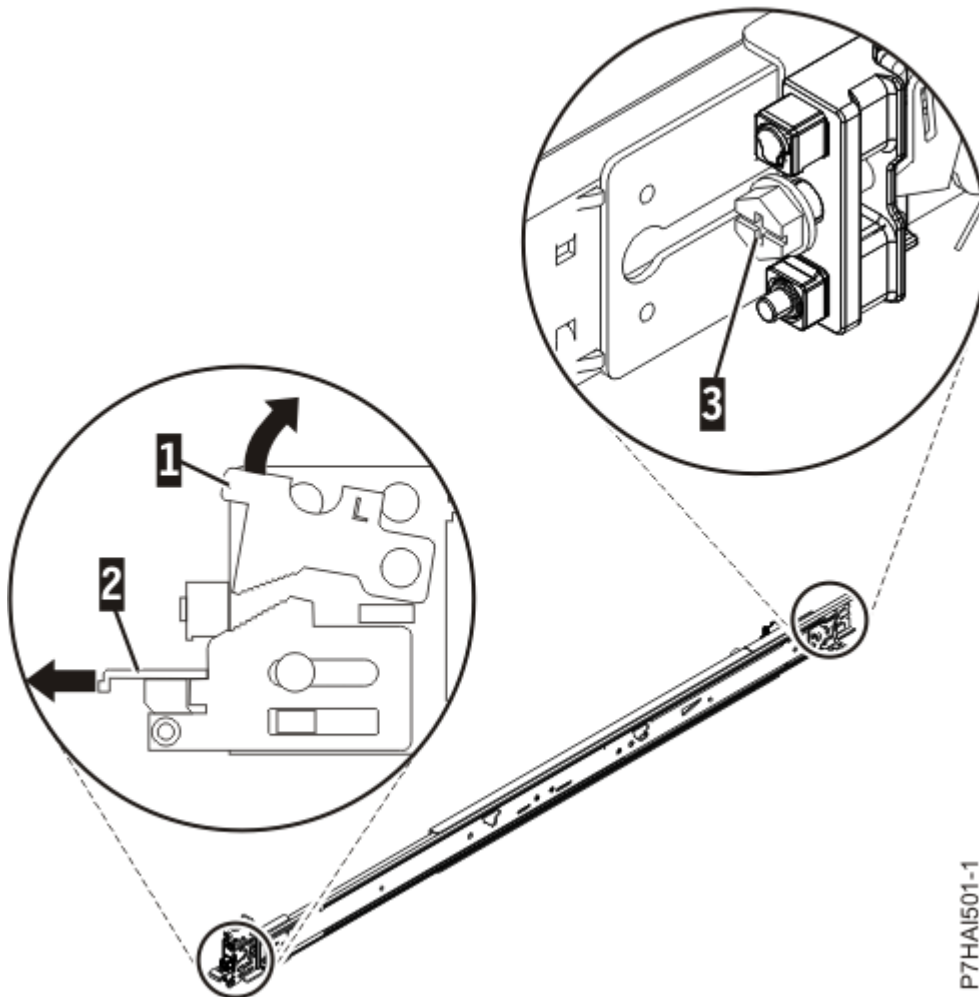

Figure 2. Ouverture du loquet avant et retrait de la vis arrière
2. Poussez vers le haut la languette de verrouillage **(1)** et tirez sur le loquet avant **(2)** à l'avant de la glissière. Retirez ensuite la vis à l'arrière de la glissière **(3)**. Pour plus de détails, voir Figure 2, à la page 4.